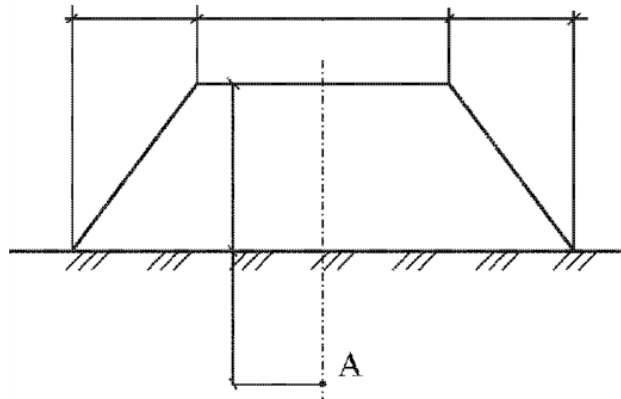

Рис.4
6. Найти высоту грунтовой насыпи H_n , имеющей размеры B и a , плотность ρ_n , если известно нормальное сжимающее напряжение σ_{zn} от веса насыпи в точке A на глубине z под центром насыпи (рис.4).